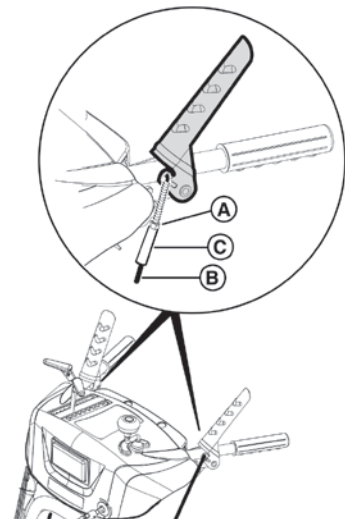

Рис. 26
2. Ослабьте контргайку (A, Рис. 26).
3. Удерживайте трос регулирования (B).
4. Поверните кольцо (C), чтобы ослабить напряжение. **НЕ** затягивайте кольцо слишком сильно.